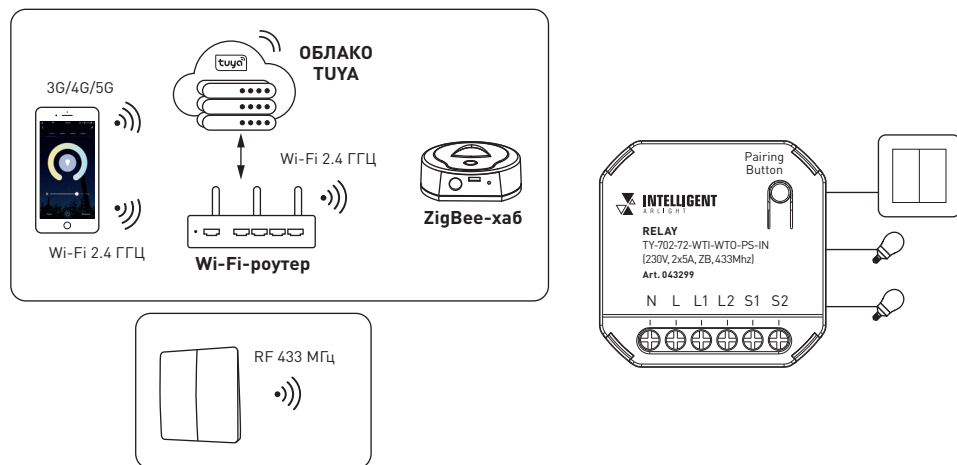

Рис. 2. Общая структурная схема построения системы управления
- 3.2. Подключите релейный модуль в соответствии со схемами на рис. 2 и 3.